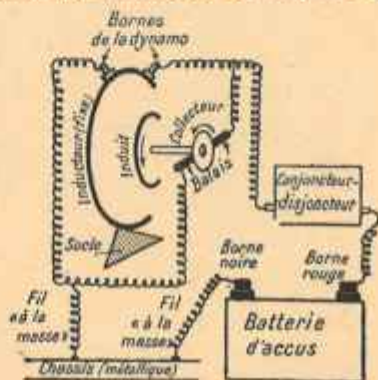

FIG. 170. — Connexions entre la batterie et la dynamo.
La figure 170 montre les connexions entre la batterie et la dynamo. Indiquons tout d'abord que l'inducteur et l'induit ne sont plus montés en série, mais bien en dérivation (les deux balais sont réunis aux deux bornes de l'inducteur, lesquelles constituent les bornes de la dynamo) [2]. Quant à la batterie elle-même, elle est également en dérivation sur la dynamo : elle joue le rôle de « batterie tampon », fournissant l'énergie électrique au moment des arrêts obligatoires de la dynamo. On a noté la place du *conjoncteur-disjoncteur*, appareil de précision fondé sur les propriétés bien connues de l'électroaimant : c'est une sorte d'interrupteur automatique, qui a deux effets :
Voici quelques données pratiques relatives à la dynamo d'automobile : poids, entre 4 et 12 kilogrammes; puissance électrique, entre 100 et 300 watts; tension aux bornes, soit 8 volts (pour une batterie de 6 volts), soit 16 volts (pour une batterie de 12 volts); les intensités débitées sont comprises entre 12 et 20 ampères (on a prévu un limiteur d'intensité qui, extérieurement, se présente sous la forme d'un troisième balai, frottant sur le collecteur); la batterie commence à se charger quand la vitesse atteint environ 600 tours par minute; le meilleur régime se situe entre 1 800 et 2 400 tours par minute. Les deux tiers ou la moitié de l'intensité débitée peuvent servir à alimenter les autres appareils (le reste étant employé à la charge de la batterie). La figure 170 représente deux fils de *mise à la masse*; nous reviendrons sur ce point (§ 109) en terminant.
**106. Les lampes à incandescence.** — Les automobiles actuelles comportent toute une série de lampes, à multiples usages; le courant qui les traverse est emprunté à la dynamo (en marche normale) et à la batterie (en marche ralentie et pendant les arrêts) : nous savons que le conjoncteur-disjoncteur (fig. 170) permet de passer automatiquement d'une des alimentations à l'autre.